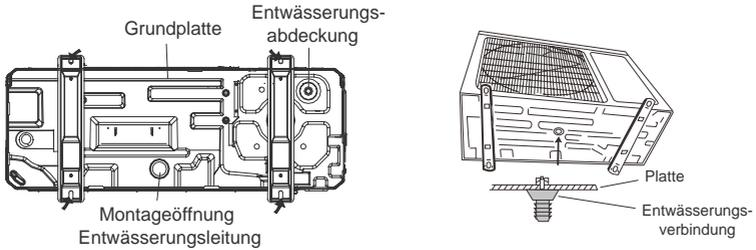

Abb. 10
4.2.2 Außeneinheits-Kondensatablauf (nur bei Klimageräten mit Wärmepumpe) (Abb. 10)